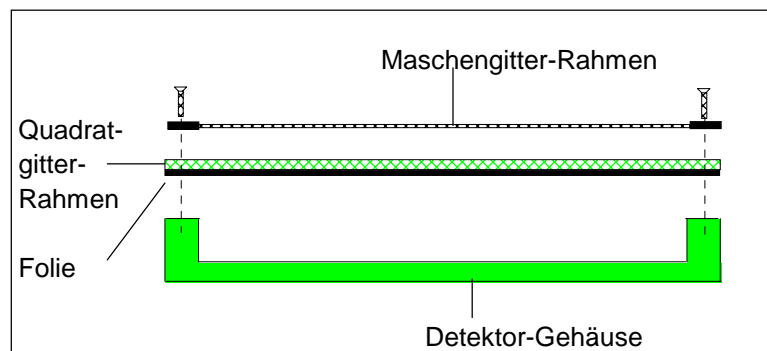

Bild 2-4: Aufbau des Zählrohrfensters
2. Quadratgitter-Rahmen, an dessen Unterseite die Folie aufgeklebt ist (vgl. Bild 2-4).